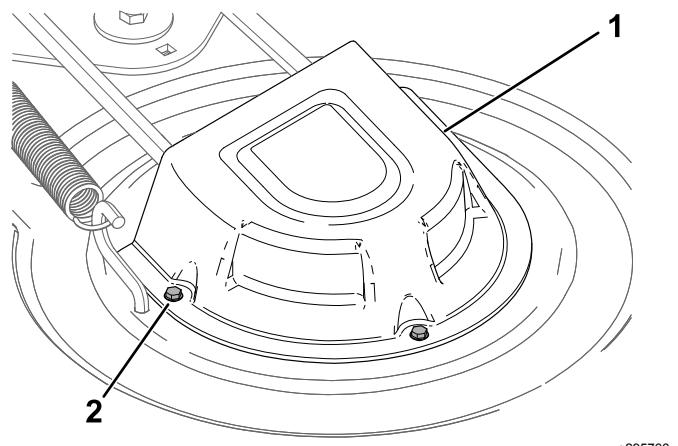

Рисунок 53
4. Ослабьте винты и снимите крышки шкивов (Рисунок 53).